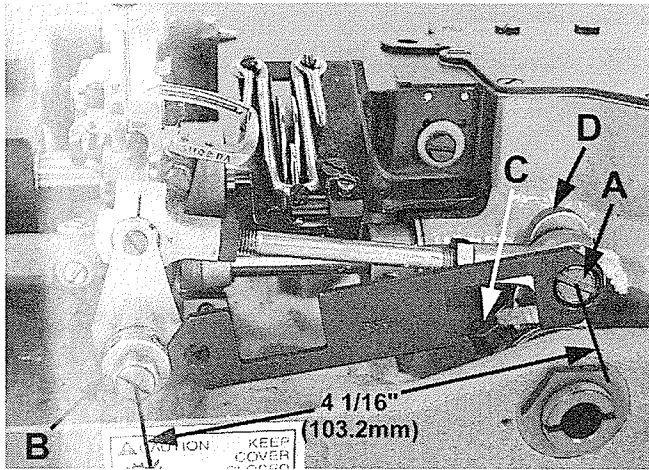

Fig 5
Suelte la tuerca (F) y ajuste el tornillo (E) para el avance del looper a 6 pulgadas por libra (7 cm/kg.); apriete la tuerca (F) otra vez. Con el looper en su posición de la extrema derecha de su recorrido, revise la posición del rodamiento derecho de la palanca del accionamiento del looper utilizando el calibrador No. TT35. Coloque el hueco del calibrador encima de la rosca del tornillo (A, Fig. 5) . El lado izquierdo del calibrador se debería encontrar con el lado derecho del cono del accionamiento del looper(B). En el caso que un ajuste sea necesario, suelte el tornillo (C), ajuste el eje del accionamiento del looper (D) como requerido y apriete el tornillo (C) otra vez.
Si no tiene un calibrador, revise el ajuste con una regla. La distancia entre el centro del cono del accionamiento del looper a la izquierda y el centro del tornillo que fija la palanca del accionamiento del looper a la derecha debería ser 4 1/16 pulgadas (103.2 mm) en el momento cuando el looper se encuentra a la extrema derecha de su recorrido (Fig. 5).